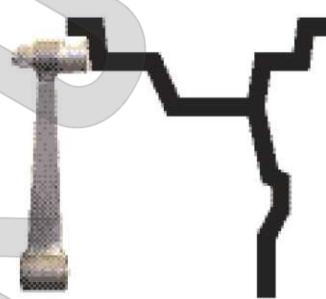

Рис. 10.1
10.2. Данная модель СБ снабжена устройством, позволяющим автоматически вводить диаметр "d" колеса и дистанцию "A". Для этого необходимо, взяв за рукоятку, вытянуть из корпуса СБ штангу ввода параметров, подвесить палец на конце рукоятки к месту установки корректирующих грузов на внутренней стороне обода (см. рис. 10.1) и удерживать штангу в этом положении до появления звукового сигнала, после чего возвратить штангу в исходное положение.